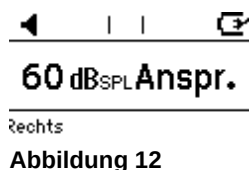

Abbildung 12
Beim MA 25e/MA 27e aktivieren Sie die Patientenansprache, indem Sie den Drehregler **Hearing Level dB (Hörpegel dB)** (2) gedrückt halten. Wenn Sie den Drehregler drehen, während Sie sich im Patientenansprache-Modus befinden, wird der Pegel der Patientenansprache an den Patienten angepasst (Abbildung 12).
Um das Menü **Einstellungen** aufzurufen, drücken Sie gleichzeitig 2-3 Sekunden lang **F1** und **F4**. Im Menü (Abbildung 12) sind die verschiedenen Einstellungsoptionen aufgelistet und können mit den Funktionstasten oder dem Drehregler **Frequency Hz (Frequenz Hz)** aufgerufen werden. Siehe Tabelle 9 und Tabelle 10 für weitere Erläuterungen.